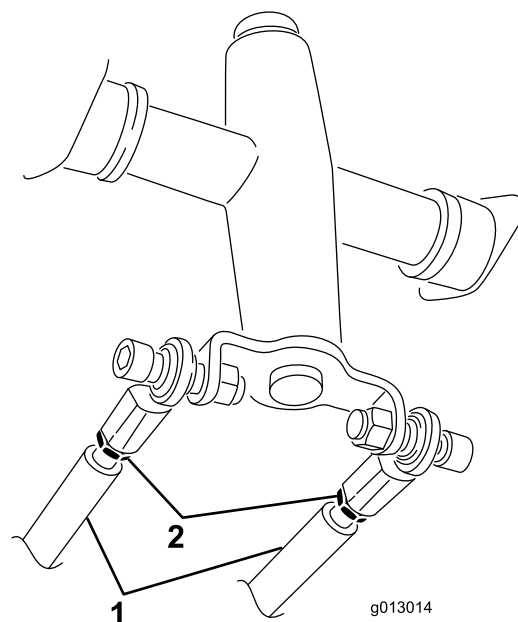

Figura 54
3. Afloje las contratuercas de las varillas de tracción, debajo del panel de control (Figura 54).